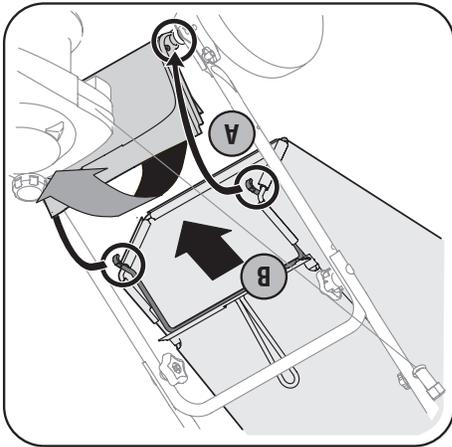

Figure 5
- a. Relevez le clapet d'éjection arrière de la tondeuse et placez le sac à herbe sur la tige de pivotement. Lâchez le clapet pour qu'il repose sur le sac à herbe. Voir la Figure 5.
- a. Relevez le clapet d'éjection arrière de la tondeuse, comme à la Figure 5. Relevez le sac à herbe et dégagez-le de la tige de pivotement. Lâchez le clapet d'éjection arrière pour fermer l'ouverture sur l'arrière de la tondeuse.